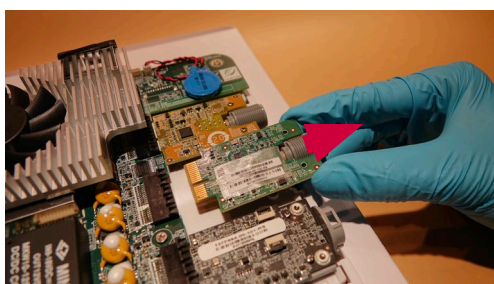

Figura 22 Remover a placa VDI
- b) Puxe a placa VDI para fora do conector da placa principal (Figura 22)